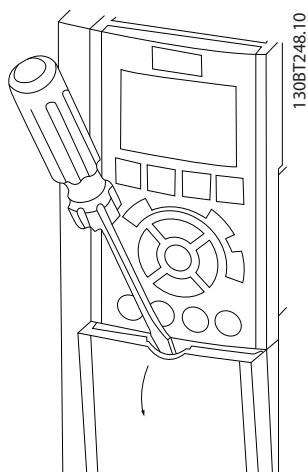

Abbildung 2.14 Zugriff auf Steuerklemmen bei den Gehäusen A2, A3, B3, B4, C3 und C4.
- Abdeckplatte mit Schraubendreher entfernen. Siehe *Abbildung 2.14*.